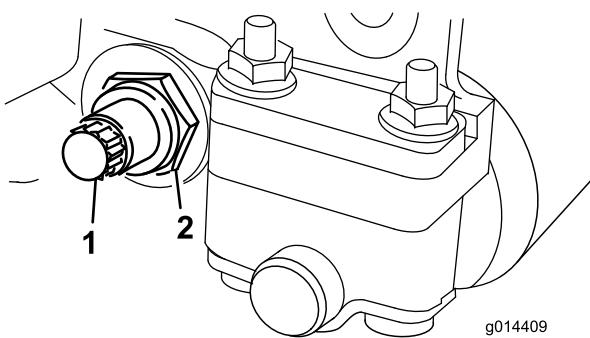
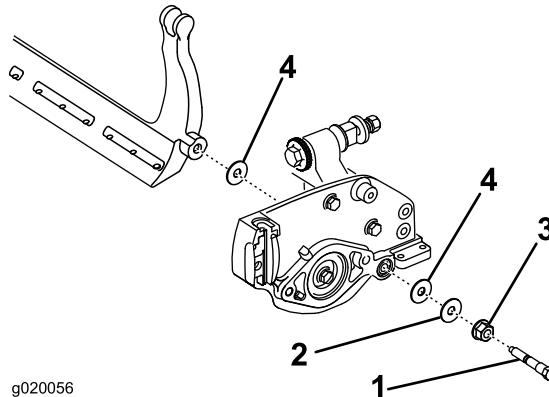

Figura 20
Figura 21
3. Su ciascun lato della macchina, allentate il dado di bloccaggio che fissa il bullone della barra di appoggio (Figura 20).
4. Togliete ciascun bullone della barra di appoggio consentendo alla barra di appoggio di essere tirata verso il basso e rimossa dal bullone della macchina (Figura 20). Tenete in considerazione le due rondelle in nylon e la rondella in acciaio stampato su ciascun lato della barra di appoggio (Figura 21).
2. Fissate la barra di appoggio su ciascuna piastra laterale mediante 2 appositi bulloni, dadi di bloccaggio (dadi sui bulloni) e 6 rondelle. Collocate una rondella in nylon su ciascun lato della flangia di estremità della piastra laterale. Posizionate una rondella in acciaio all'esterno della rondella in nylon esterna (Figura 21).
4. Serrate i dadi di bloccaggio in uguale misura su ciascun lato fino a quando non riuscite più a ruotare a mano le rondelle in acciaio (Figura 21).